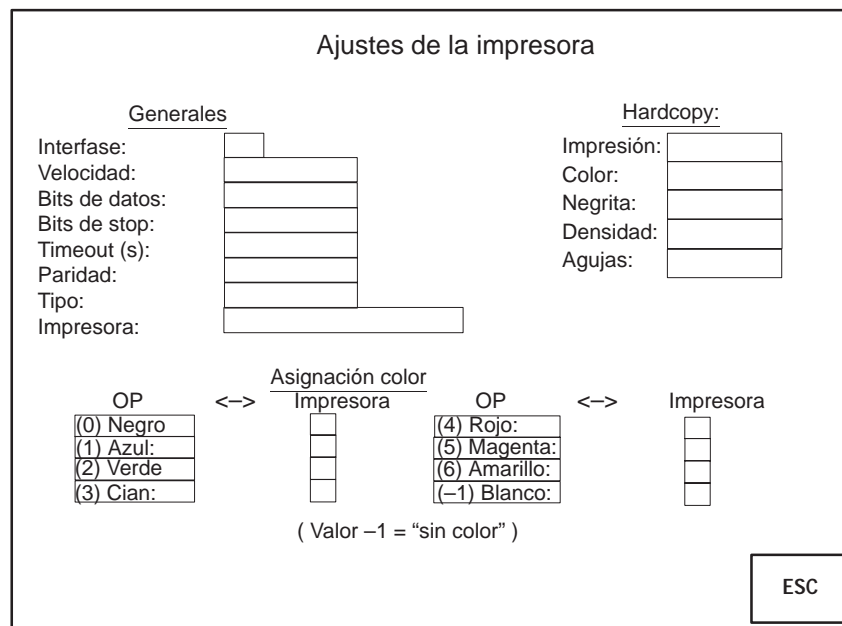

Figura 7-2 Imagen estándar para el ajuste de la impresora (ejemplo OP37)
- en el OP37, en la imagen estándar *Ajustes de la impresora* (figura 7-2).